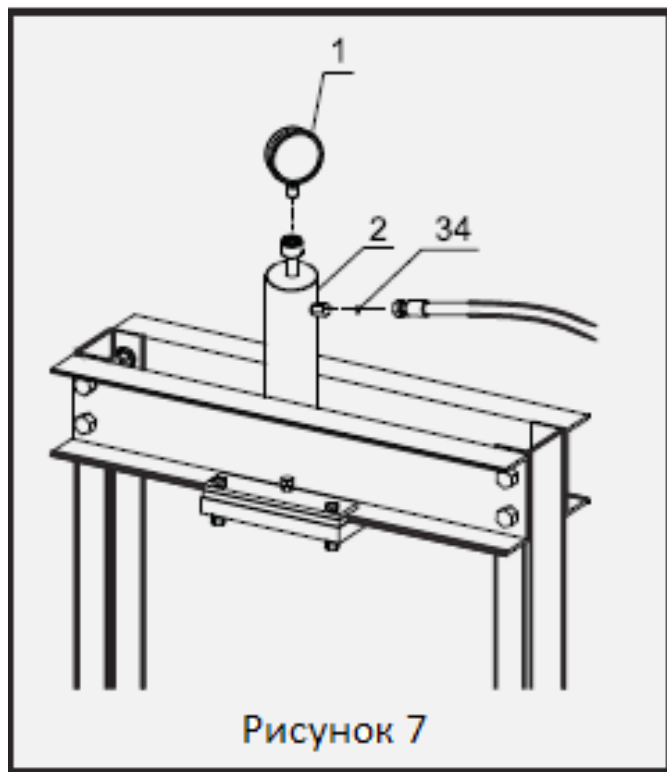

Рисунок 7
8. Прикрепите манометр (1) и шланг к толкателю с помощью уплотнительного кольца (34). См. рисунок 7.